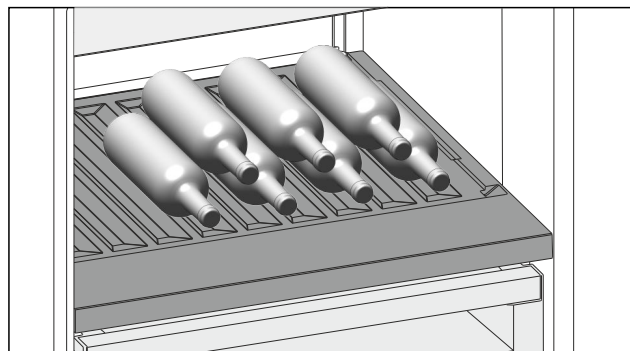

Fig. 181 Przykładowa prezentacja
- Wkładać butelki dnem ustawionym do tyłu, w kierunku ścianki tylnej. (patrz Fig. 181)